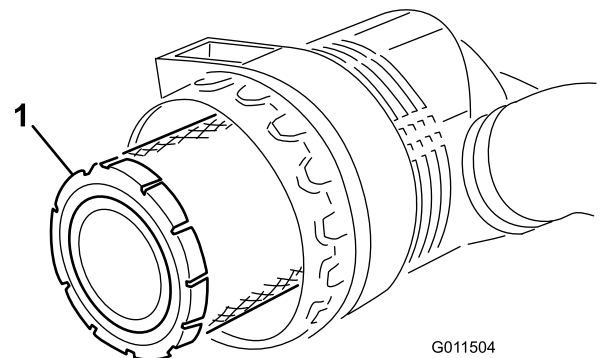

Figure 88
5. Déposez et remplacez le préfiltre (Figure 88).